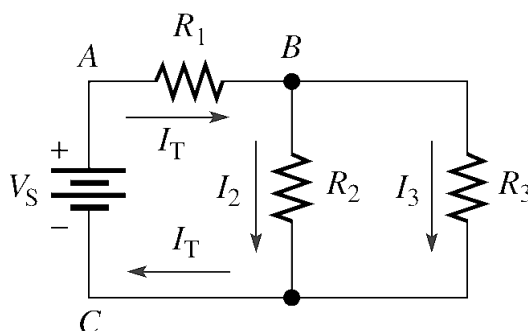

Figura 5: circuito para analisis.
La mayoría de los circuitos electrónicos con resistores están conformados por combinaciones de circuitos series y paralelos. En esta primera actividad se debe analizar el circuito de la figura 5. Donde los datos son:
2. Dibujar el circuito de la **Actividad Práctica. Análisis del Circuito** (ver figura 5):